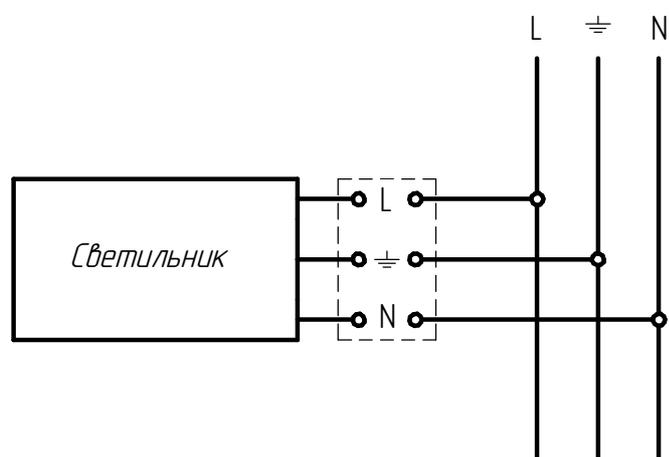

Рисунок 5 - Схема подключения светильника к сети
5.7 Подключите светильник при помощи кабеля к сети в соответствии со схемой (см.рис. 5), используя клеммы подключения (9).